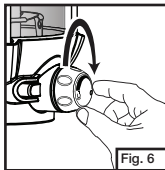

Fig. 6
- Gire la válvula a "off" (apagado). (Fig. 6)